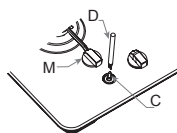

fig. 10
2. Quite las perillas de control "M" (Fig. 10).
3. Inserte un destornillador pequeño "D" (Fig. 10) en el orificio en la parte superior del grifo "C" y gire el tornillo de ajuste hacia la izquierda o hacia la derecha hasta que la llama del quemador se regule convenientemente a la posición baja.